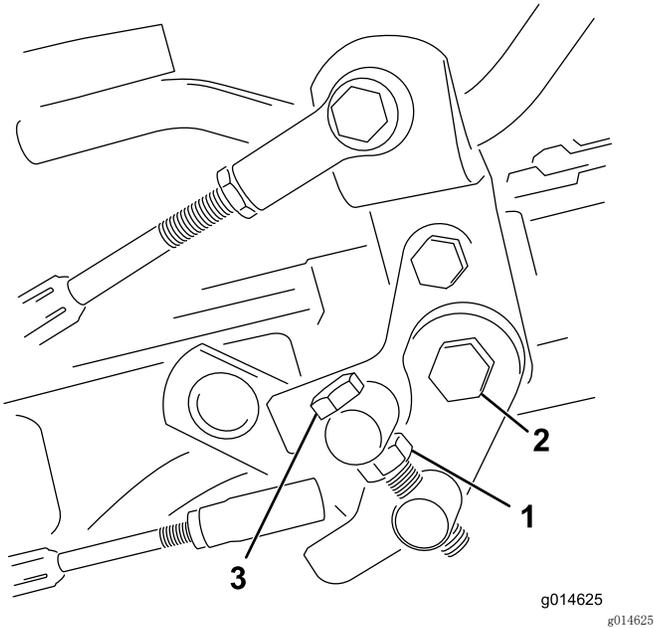

图 45
1. 松开枢轴螺栓上的锁紧螺母（图 45）。
4. 上紧枢轴螺栓上的锁紧螺母和踏板枢轴上的螺母，锁定调整（图 45）。检查调整情况，并按需要调整。